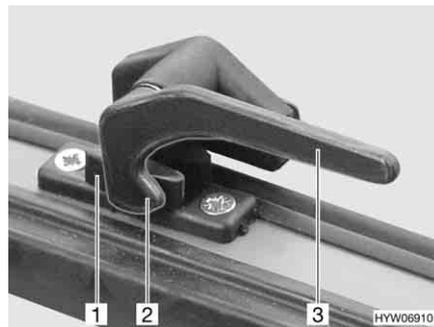

Fig. 78 Leva di serraggio in posizione "Chiuso"
- Ruotare la leva di serraggio (Fig. 78,3) di un quarto di giro verso il centro della finestra.
- Ruotare la leva di serraggio (Fig. 78,3) di un quarto di giro verso il telaio della finestra. Il nasello di chiusura (Fig. 78,2) si trova sul lato interno della chiusura della finestra (Fig. 78,1).
- In posizione "Completamente chiusa" (Fig. 78).